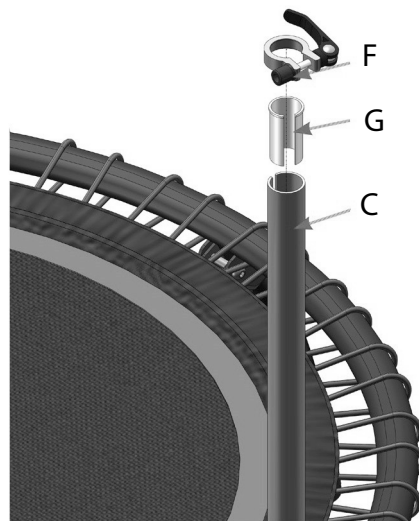

Abb. 3
Führen Sie den Abstandshalter (G) in das Halterohr (C) ein und bringen Sie den Schnellspanner (F) am Halterohr (C) an (siehe Abb. 3).